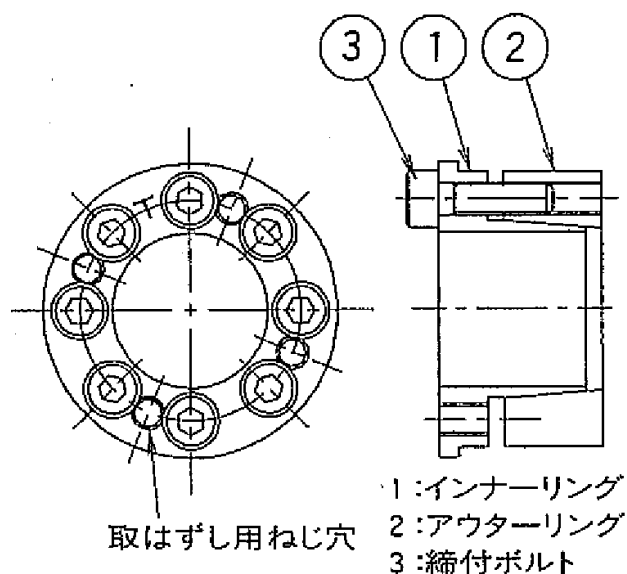
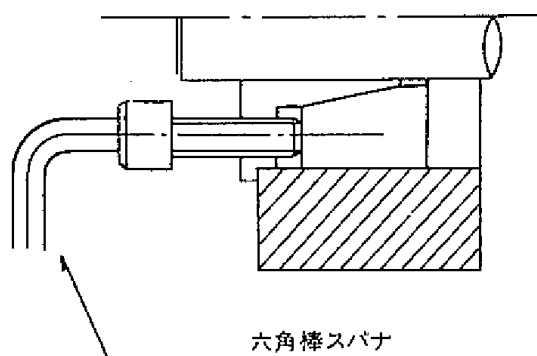

図1 部品名称
図 4 取はずし
3. 次にパワーロックを仮組してください。仮組の際、インナーリングの取はずし用ねじ穴の位相に注意ください。(図1参照)
- すべてのボルトをゆるめても締結状態のまま動かない場合は、取はずし用ねじ穴 (図 1) にボルトを入れ、締込んでいきますとロックがはずれます。(図 4 参照)